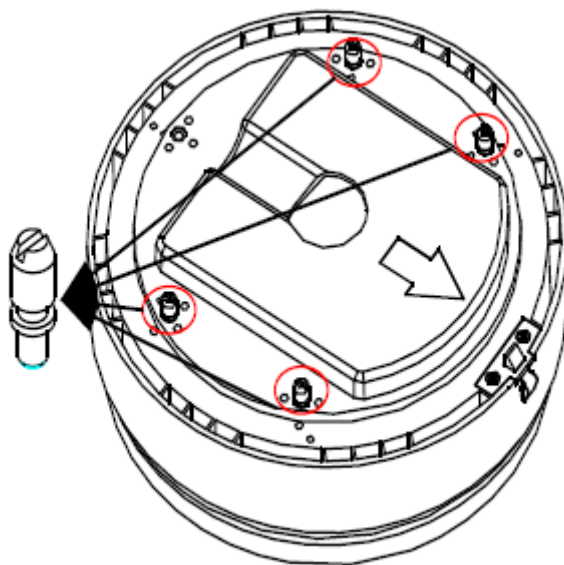

図 1-40 ボルトを取り付ける
3. 図 1-40 に示すように、ネジ穴に 4 本のボルトを取り付けます。